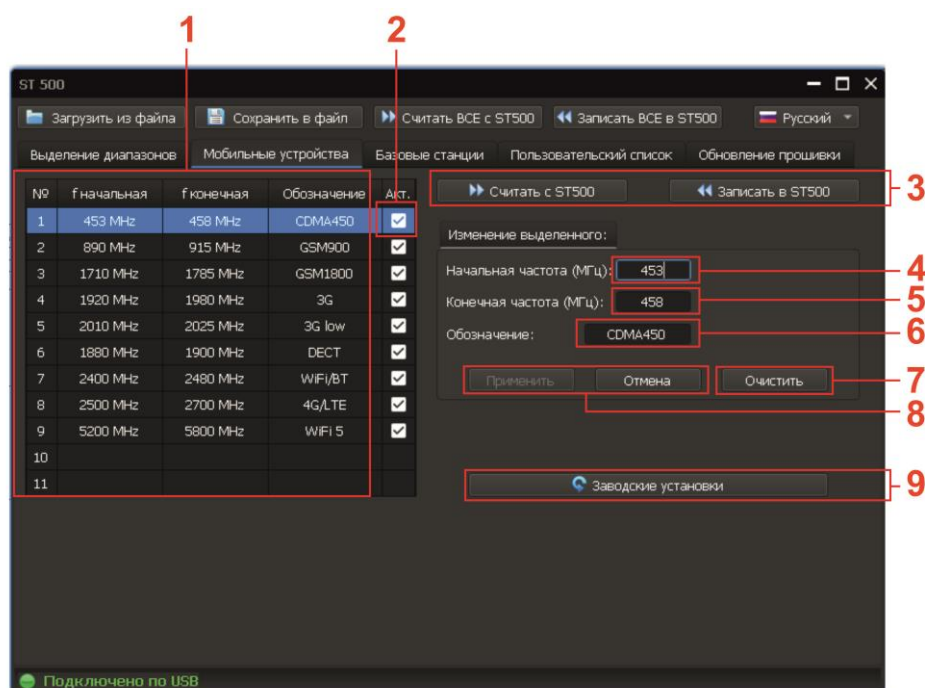

Рис.50
Экран прибора после включения режима представлен на рис.50.
Цифрами на рис.50 обозначено:
1. Перейти на вкладку «Мобильные устройства». Экран ПК представлен на рис.50.
- начальной и/или конечной частоты (рис.50, п.4,5)
- ввести обозначение диапазона (рис.50, п.6)
- установить признак активности (рис.50, п.2)
- начальной и конечной частоты (рис.50, п.4,5)